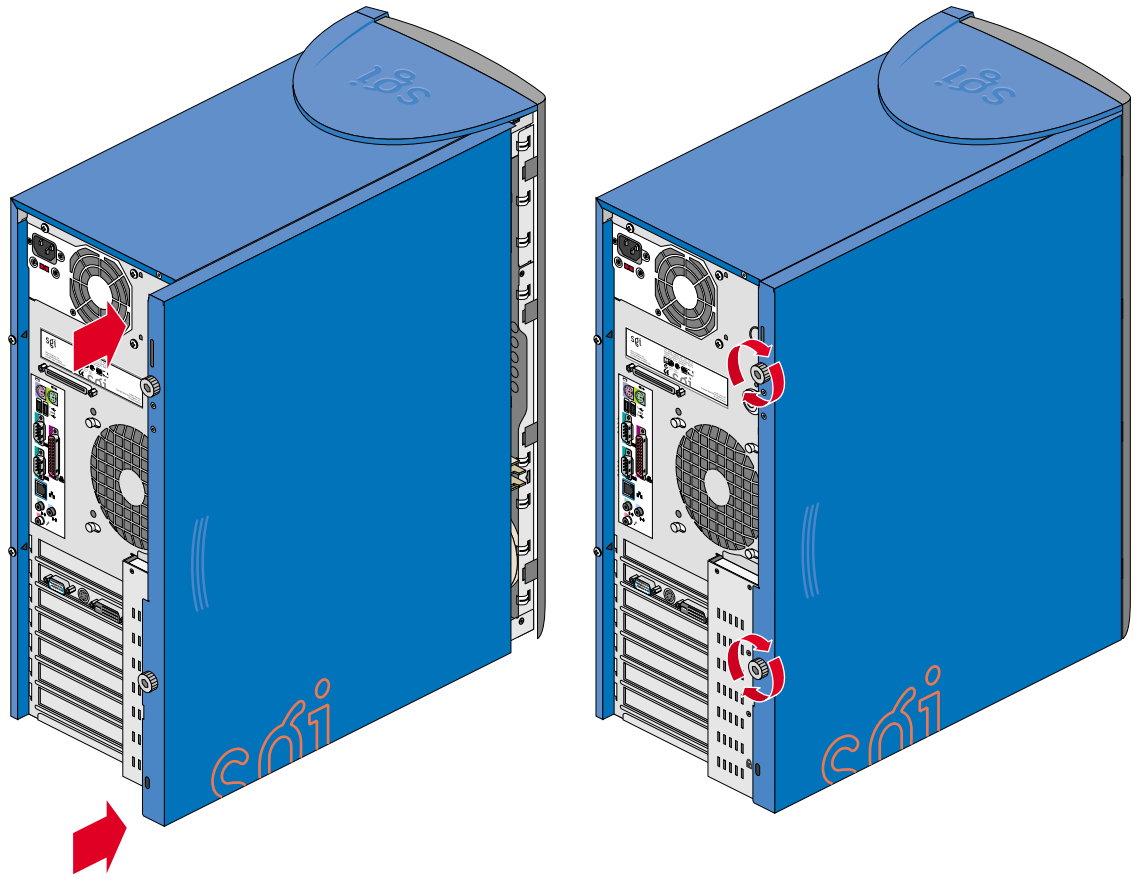

Figure 2-32 Réinstallation du panneau latéral
- Faire glisser le panneau latéral vers l'avant du châssis jusqu'à ce qu'il s'emboîte parfaitement. La Figure 2-32 montre la procédure correspondante.